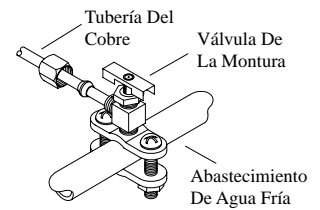

Fig. 6
- **Conecte el tubo de abastecimiento de agua.** Encuentre el abastecimiento de agua más cercano. Utilice la válvula de la montura (fig. 6) para conectar la tubería del cobre de 1/4 pulgada con el abastecimiento de agua fría de la casa, o utilice una llave de paso y la válvula de agua